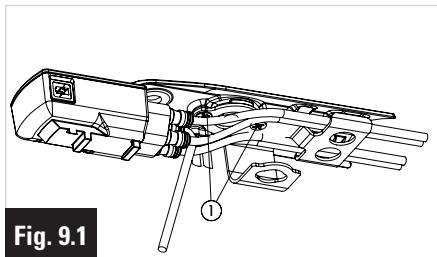
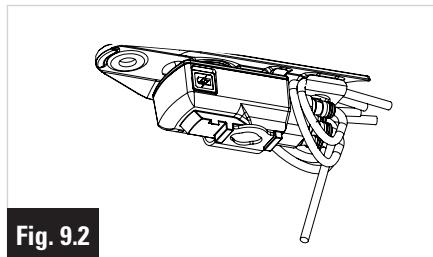

Fig. 9.1
Fig. 9.2
- 2- Afloje ligeramente los tornillos de la tapa ①
- 3- Pase los dos cables Di2 que vienen de la derecha del manillar por el lado derecho de la tapa, y los dos que vienen de la izquierda, por la izquierda. (Fig. 9.1)
- 5- Vuelva a apretar los tornillos de la tapa ① .
- 6- Coloque el conector sobre la chapa haciendo un lazo con los cables. (Fig. 9.2)